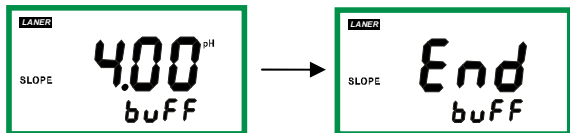

图 7-3
6、按下 CAL 键，仪表校准结束，跳转至测量状态，显示如图 7-3 所示。